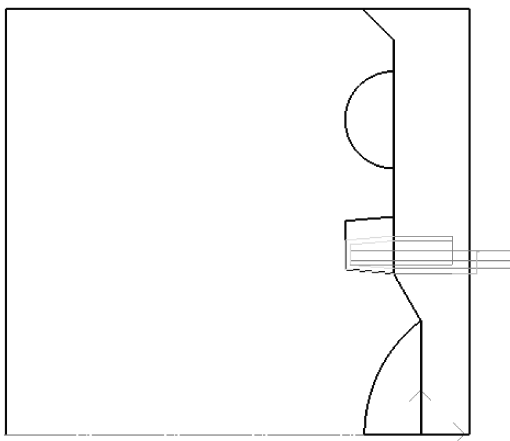

图 8-86 端面槽轮廓刀具路径
2) 在立即菜单中选择【单个拾取】选项，状态栏中提示“拾取被加工表面轮廓”，依次拾取加工表面轮廓线并单击鼠标右键确定；状态栏中提示“输入进退点到”，输入“5，29”后按回车键，生成如图 8-86 所示的刀具路径。